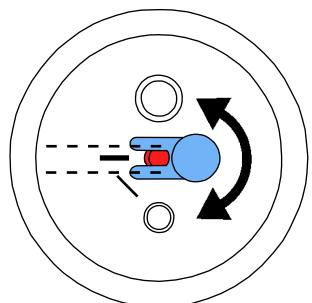

Abb. 13
- Bei Strahltanks 25 - 70 µm muss die Dosierdüse ausgerichtet werden (Abb. 13)!